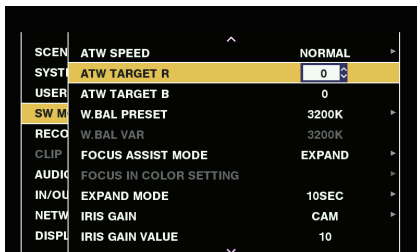
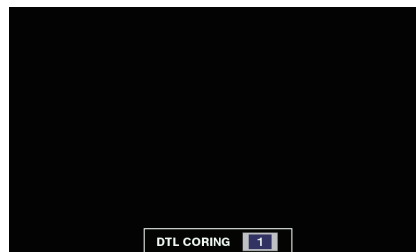

Fig. 3
Fig. 4
- Dans certains menus, un écran permettant de régler la valeur s'affiche sur l'écran du menu (Fig. 3) ou au bas de l'écran (Fig. 4).